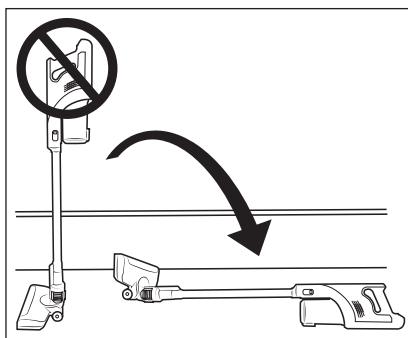

Afb. 8
- De stofzuiger kan ook direct via de netvoedingsadapter **9** worden opgeladen. Haal daarvoor de gelijkstroomstekker **10** door een lichte draaiing uit de wandhouder **17** en steek hem in de oplaadaansluiting **2** op het apparaat (zie afb. 8).